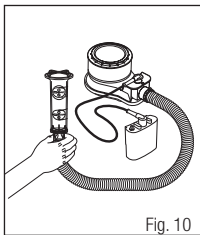

Fig. 10
- b. GVP-122, GVP-123 ou H-115 - insira na extremidade da traquéia (Fig. 10) e segure verticalmente.